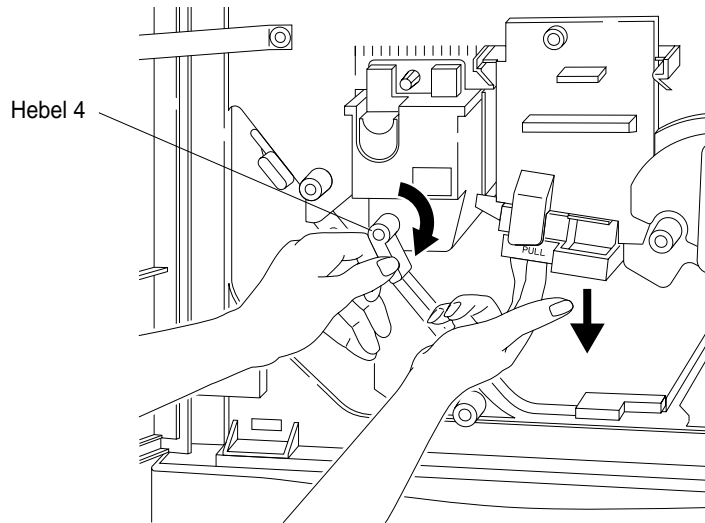

Abbildung 3-50 Absenken der Übertragungseinheit
1. Öffnen Sie die Frontklappe und senken Sie die Übertragungseinheit ab, wie in Abbildung 3-50 gezeigt.
2. Drehen Sie den Hebel 4 im Uhrzeigersinn bis zum Anschlag nach unten, um das Papier freizugeben (siehe Abbildung 3-50).